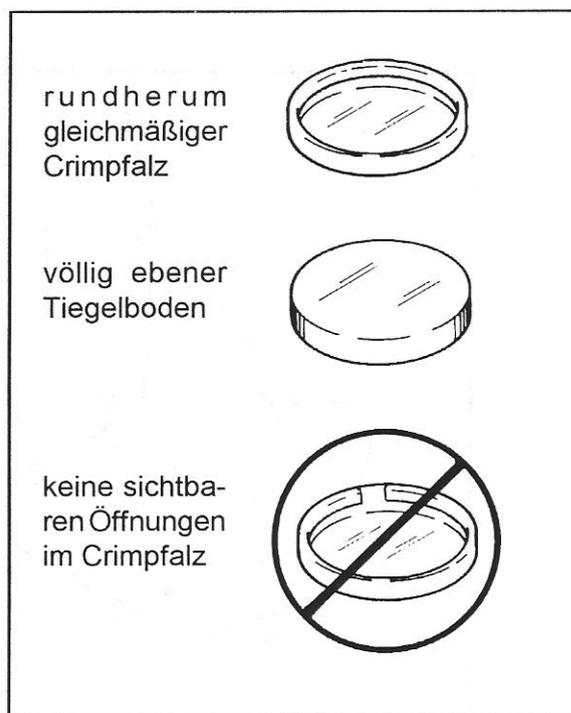

Abbildung 4.5 — Prüfen eines nichthermetischen Tiegels
- d. Probieren Sie an einigen Tiegeln aus, ob die eingestellte Stempelhöhe zu guten Ergebnissen (s. Abbildung 4.5) führt.